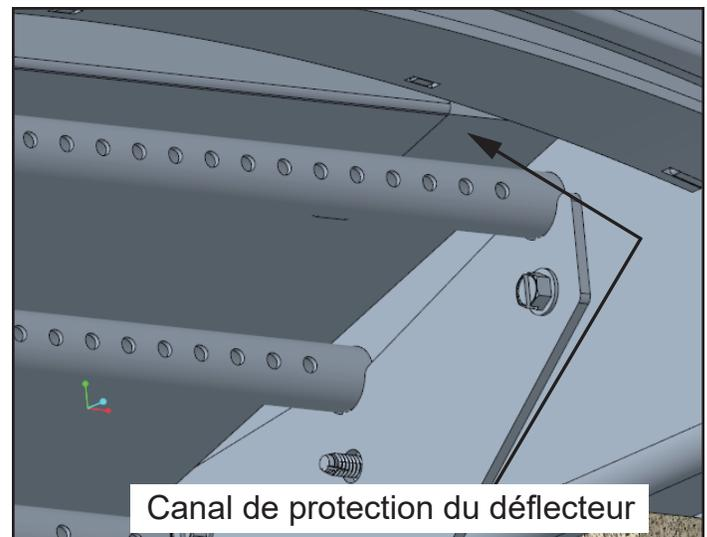

Figure 20.3
2. Retirez le canal de protection du déflecteur en repliant les languettes à l'aide d'une pince à bec effilé située sur les côtés droit et gauche du capot de protection. Soulevez légèrement le couvercle et tirez-le vers l'avant et hors de la chambre de combustion (Figure 20.3).